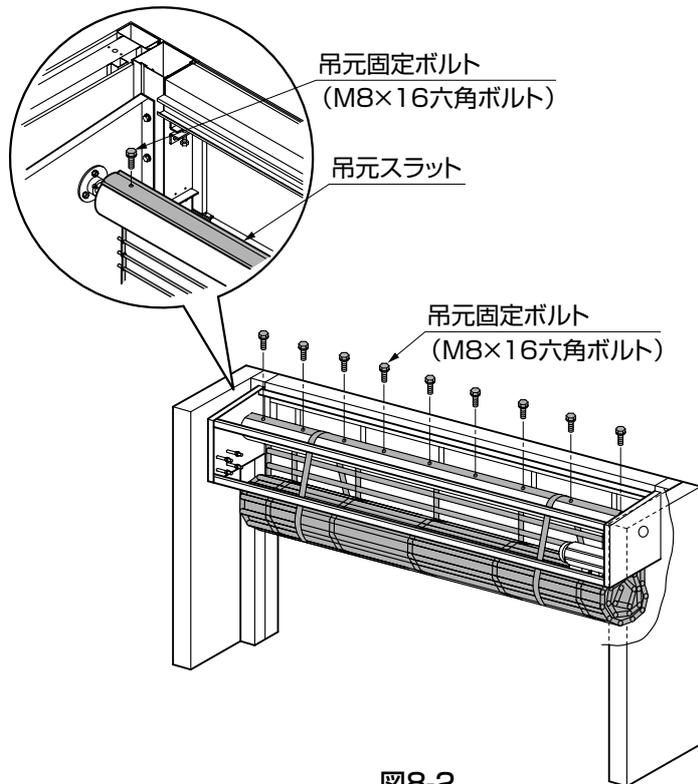

図8-2
- ④シャフトに仮止めしている「吊元固定ボルト」を一旦取外してください。(図8-2参照)
- ⑤吊元スラットをシャフトまで引き上げて④で取外した「吊元固定ボルト」でシャフトに取付けてください。